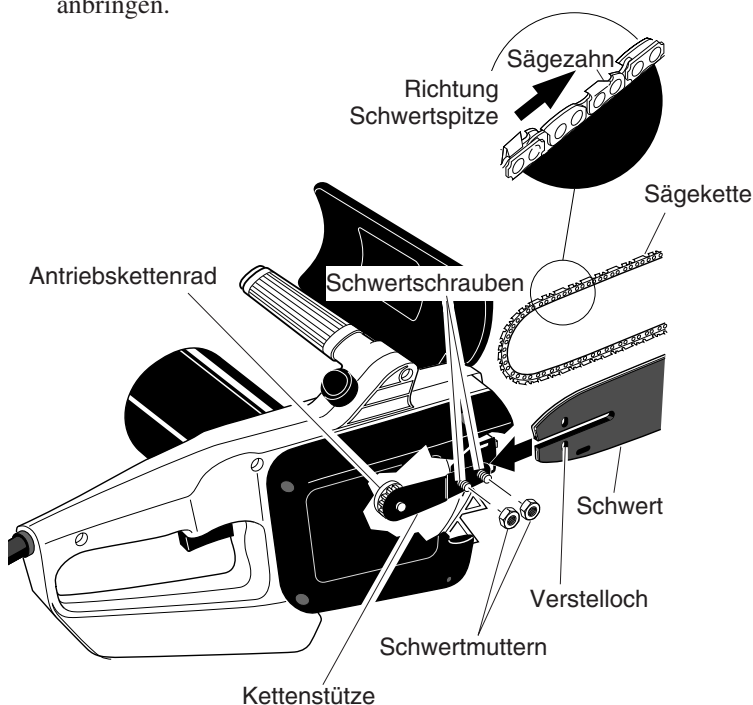

Abb.3 - Anbringen von Schwert, Kette und Handschutz
2. Schwertmutter von den Schwertschrauben entfernen (siehe Abb.3).
6. Kette um das Antriebskettenrad, dann entlang der oberen Führungsrille des Schwertes und um die Schwertspitze führen. **Hinweis:** Darauf achten, daß die Sägezähne der Kette in die richtige Richtung weisen. Die Kette so aufziehen, daß die Sägezähne an der Oberseite des Schwertes zur Schwertspitze hin weisen (siehe Abb. 3).
1. Vor dem Einstellen der Kettenspannung davon überzeugen, daß die Schwertmuttern nur mit den Fingern angezogen wurden (siehe Abb.3, S.7). Außerdem darauf achten, daß die Verstellmutter im ovalen Verstellloch des Schwertes sitzt (siehe Abb.3 und 4, S.7).